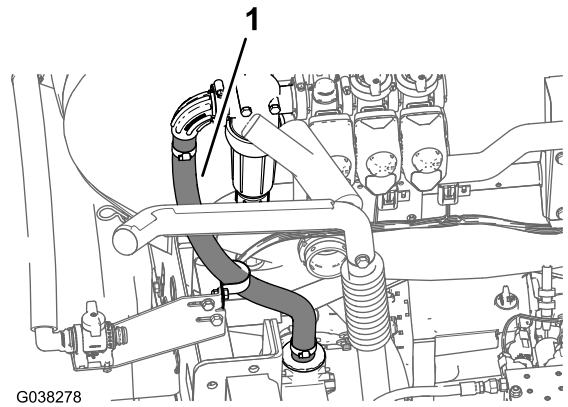

Figura 71
- Disponete il flessibile di alimentazione dell'irroratrice verso il basso e verso il raccordo a T situato davanti alla valvola di sfiato della pressione, come illustrato nella Figura 71.